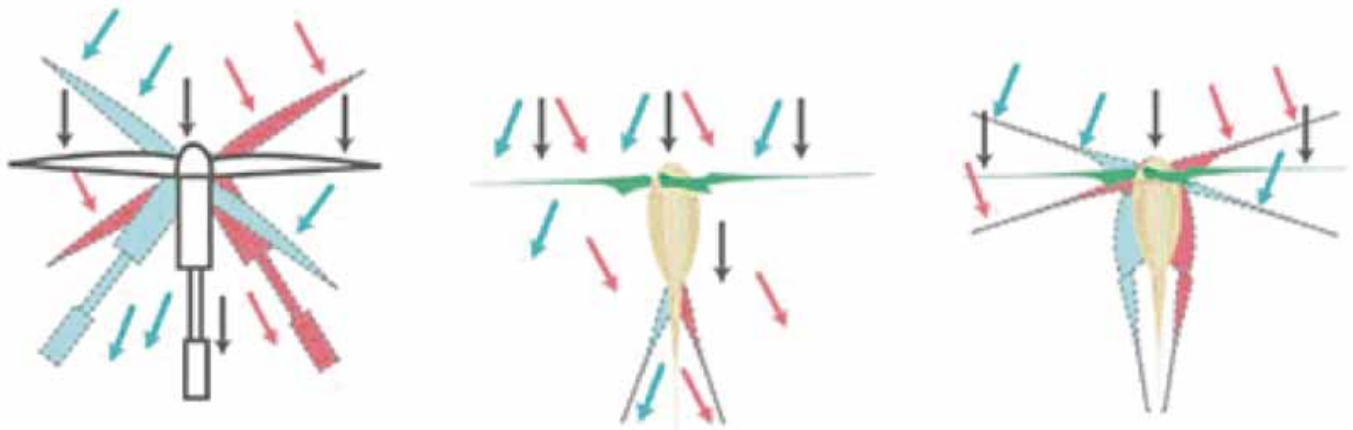

図2 複雑に向きを変える風にも対応できるスウィング・ラダー・システム
「ラダー」は風力発電機の姿勢を制御する重要な部品です。エアドルフィンでは可動式の尾翼（スウィング・ラダー）で乱流に対する風力発電機^①の方向制御を行っています。魚の尾ビレをまねた構造のスウィング・ラダーは、最も発電量が高くなる方向へローターを瞬時に向けることができます。そのため、風向が変化しやすい山岳地や超高層ビル街でも常にローターを回し続けることができるようになり、発電効率の大幅向上につながりました（図2）。